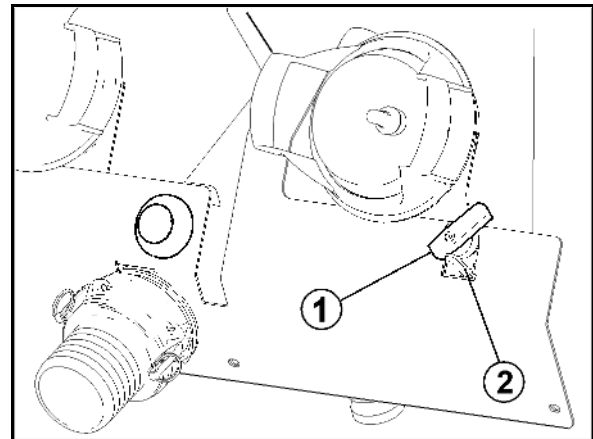

Fig. 44
- Die Rührleistung ist jeweils stufenlos einstellbar am Schalthahn (Fig. 44/1).
Sicherung für Ablassfunktion des Druckfilters (Fig. 44/2).